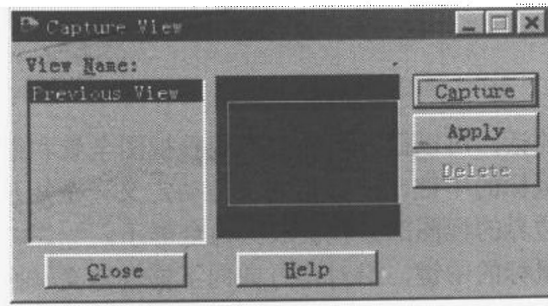

图 1-3 捕捉视图对话框
- (1) 设置好要存储的工作区域以便捕捉 (capture)；
- (2) 选择菜单 View/Capture；
- (3) 在如图 1-3 所示的捕捉视图对话框中选择捕捉；